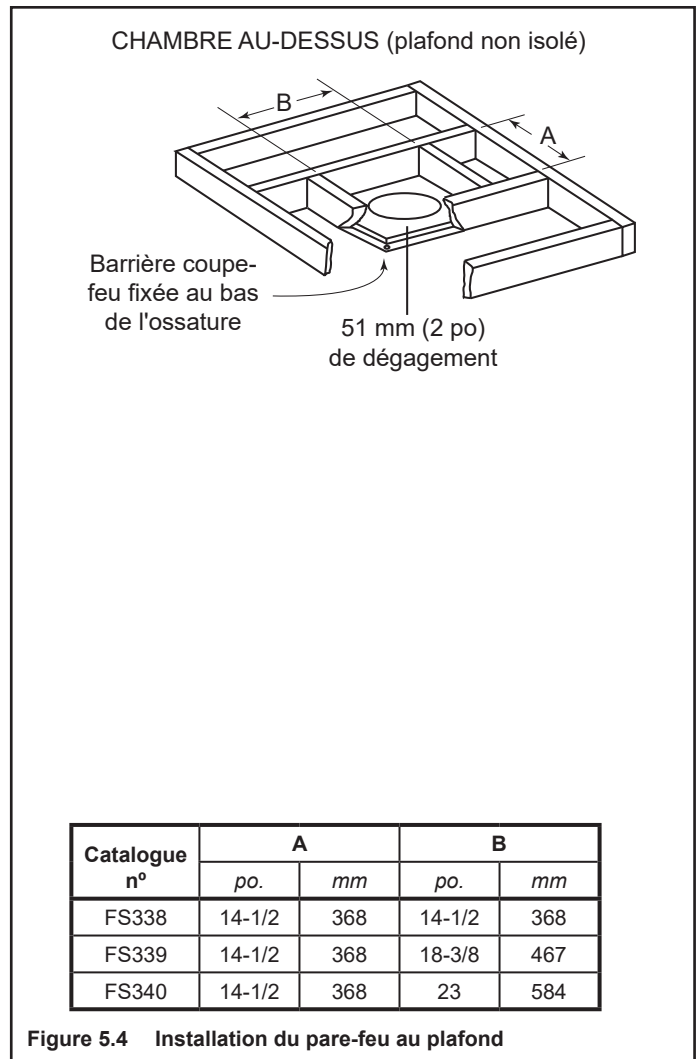

Figure 5.4 Installation du pare-feu au plafond
- Marquez et coupez une ouverture dans le plafond comme indiqué à la figure 5.4.